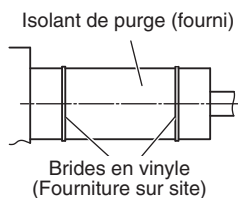

Fig. 3-9
- Après avoir bien connecté le tuyau de purge, enrouler la garniture fournie et l'isolant du tuyau de purge autour du tuyau, puis le fixer avec les brides en vinyle. (Fig. 3-9)